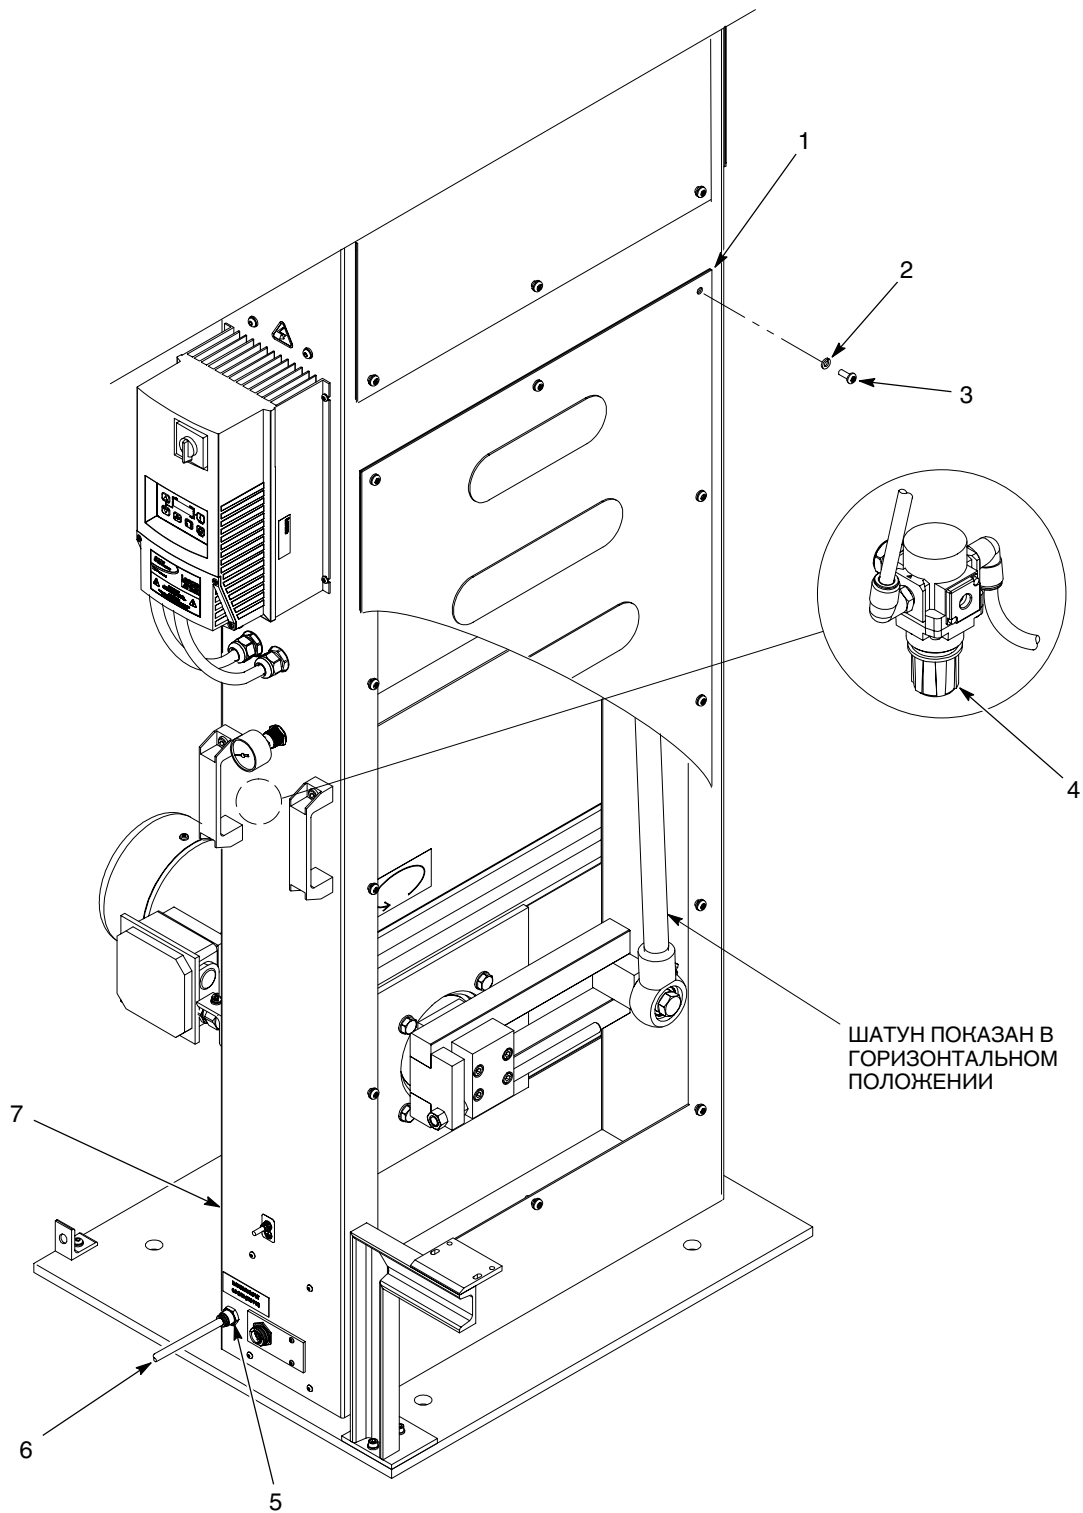

Рис. 8 Подключение сжатого воздуха
1. См. рис. 8. Подсоединить 8-мм линию подачи сжатого воздуха (6) к воздушному фитингу (5) манипулятора (7).